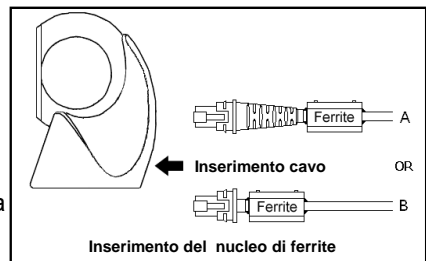

Figura 1
3. Posizionare il cavo nell'incavo di una delle due parti del nucleo di ferrite. Posizionare il nucleo vicino alla fine del cavo dati/alimentazione (figura 1)